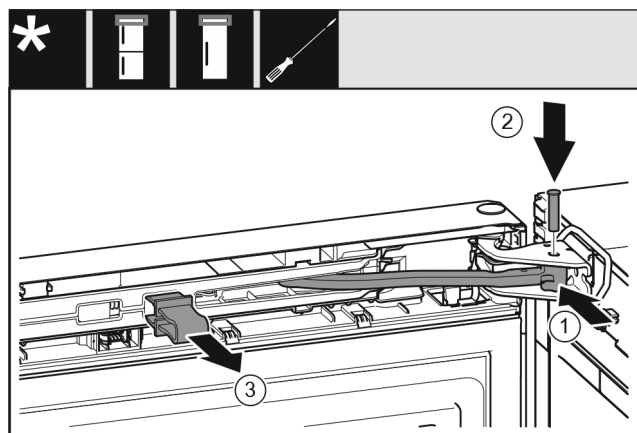

Fig. 71
- ▶ Forgassa a csapágybakba a csuklót Fig. 71 (1).
- ▶ Helyezze be a csapszeget Fig. 71 (2) a csapágybakba és a csuklóba. Közben ügyeljen arra, hogy a reteszelő bütyök megfelelően illeszkedjen a horonyba.
- ▶ Vegye le a biztosítékot Fig. 71 (3).